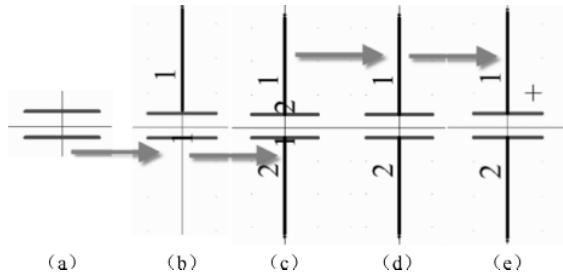

图 4-20 电容的绘制过程
- (1) 执行菜单命令“文件-新的-库-原理图库”，创建一个新的元件库。
(2) 在元件库面板的元件栏中，单击“添加”按钮，添加一个名称为“CAP”的新元件。
(3) 执行菜单命令“放置-线”，放置两条线，代表电容的两极，如图 4-20 (a) 所示。
(4) 执行菜单命令“放置-管脚”，在放置状态下按“Tab”键，对管脚属性进行设置，管脚名称和管脚序号统一为数字 1 或 2，上下分别放置管脚序号为“1”和“2”的管脚，如图 4-20 (b)、(c) 所示。
(5) 由于对于这类电容，管脚不需要进行信号识别，因此双击管脚名称，然后把“Name”的是否可见选项设置为（表示不可见），这样可以有更加清晰的显示效果，如图 4-20 (d) 所示。
(6) 如果想要这个电容有极性，那么可以根据实际的管脚情况，用菜单命令“放置-线”或者“放置-文本字符串”绘制极性标识，如图 4-20 (e) 所示。